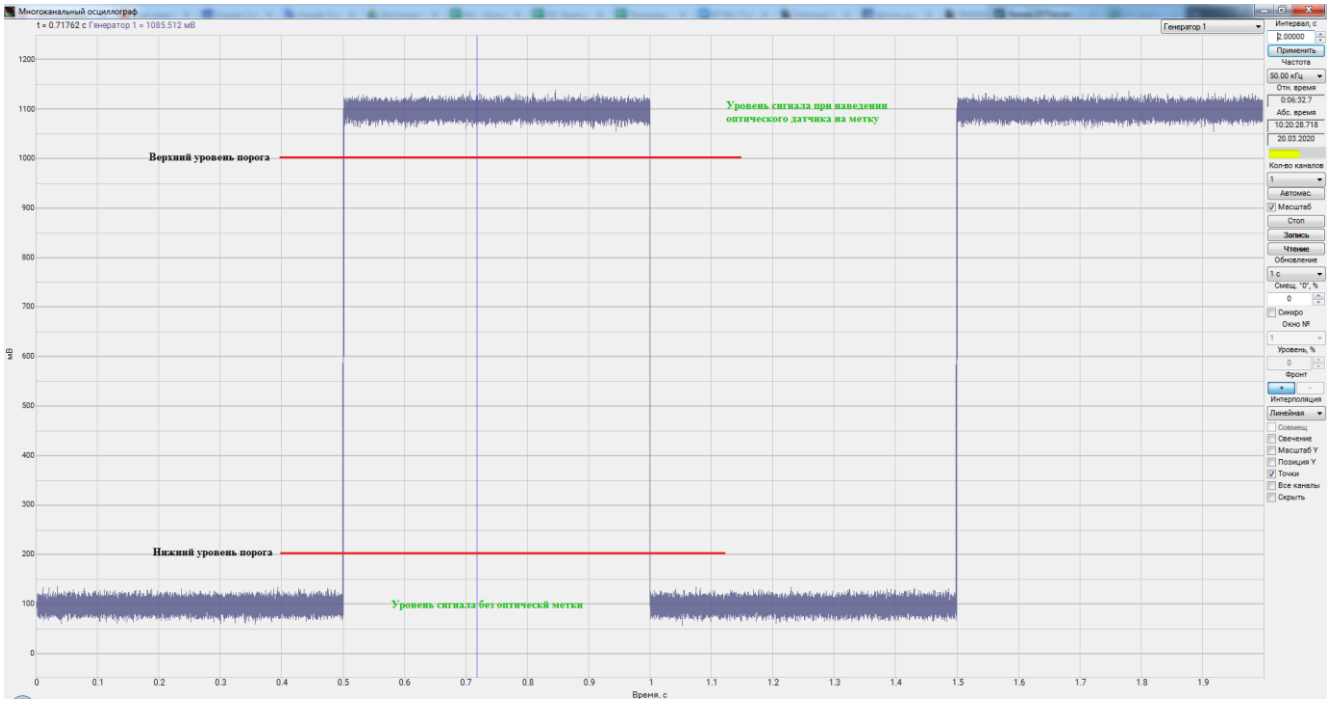

Рис. 4.5 Пример сигнала оптического датчика с меткой и без метки
2. Установить пороги срабатывания оптической метки, установленной на проверяемом изделии. Для этого следует запустить программу «Многоканальный осциллограф» из меню «Отображение панели ZETLAB» и выбрать для отображения на осциллограмме измерительный канал цифрового датчика ZET 7x80. После чего привести оптический датчик на метку, в этот же момент в программе «Многоканальный осциллограф» зафиксировать значение уровня сигнала, поступающего от цифрового датчика ZET 7x80. От измеренного уровня сигнала следует отнять 10% от полной амплитуды сигнала и полученное значение записать в поле «Верхний уровень порога» во вкладке «Энкодер». Далее следует убрать оптическую метку, в этот же момент в программе «Многоканальный осциллограф» зафиксировать значение уровня сигнала, поступающего от цифрового датчика ZET 7x80. К измеренному уровню сигнала следует прибавить 10% от полной амплитуды сигнала и полученное значение записать в поле «Нижний уровень порога» во вкладке «Энкодер» (Рис. 4.5).